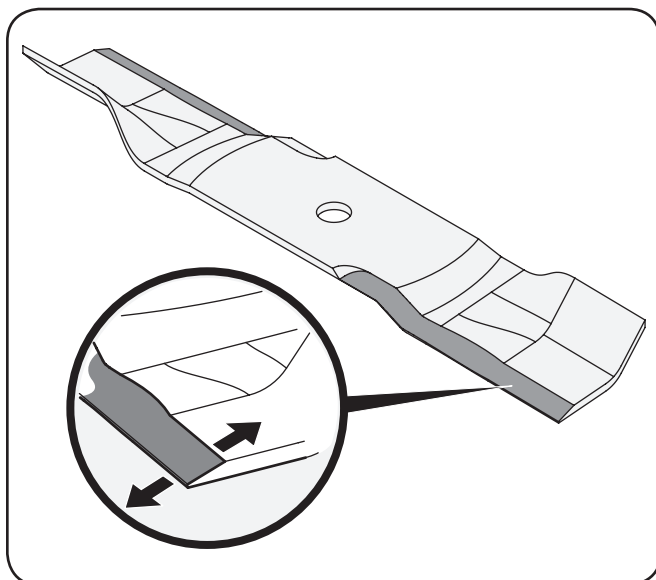

Figure 7-10
3. Pour aiguïser correctement les lames de coupe, aiguïsez les deux tranchants des lames de façon égale, parallèlement à la voile, à un angle de 25 à 30 degrés. Aiguïsez toujours chaque lame de coupe de façon égale pour garder l'équilibre des lames. Voir Figure 7-10.